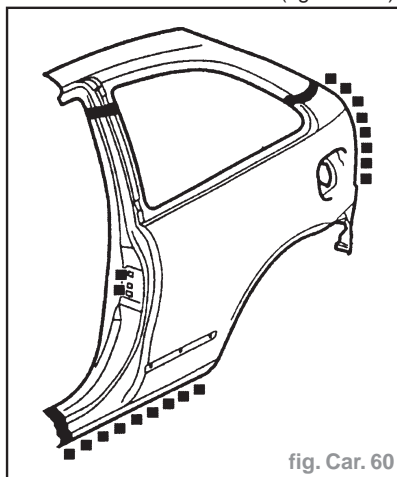

fig. Car. 60
- Préparer et nettoyer les faces d'assemblage de panneau. Poinçonner ou percer des trous dans le panneau neuf pour le soudage en bouchon et découper le panneau pour former un joint soudé bout à bout comme illustré (fig. Car. 60).